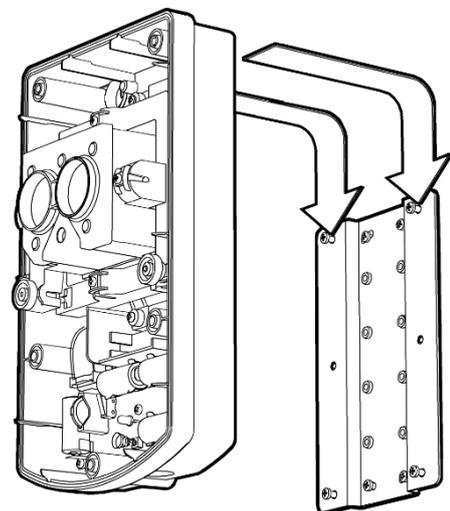

Рис. 3
- на, предварительно установленный (на стене, потолке) Кронштейн через Пластину монтажную из комплекта поставки Кронштейна (см. рис. 3).